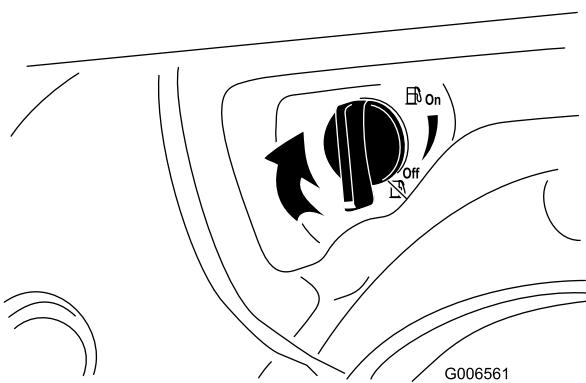

Figura 25
4. Girate la valvola d'intercettazione del carburante per chiuderla (Figura 25).